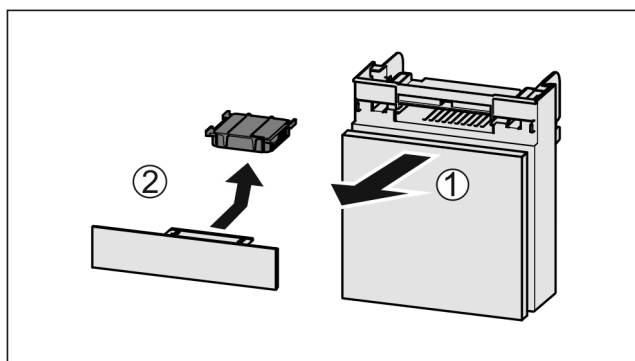

Fig. 145
- ▶ Fach nach vorne herausziehen Fig. 145 (1).
- ▶ Aktivkohlefilter entnehmen Fig. 145 (2).